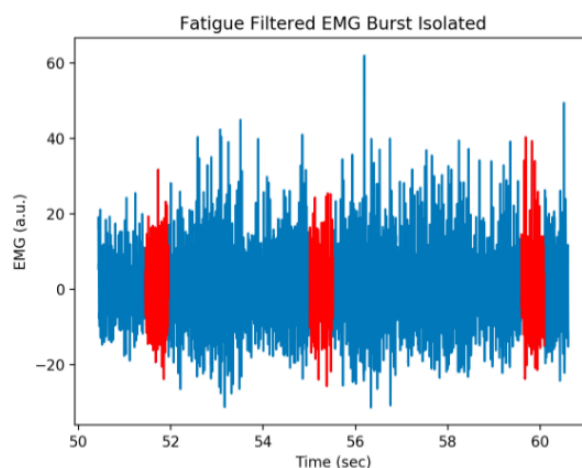

Abbildung 1.9: Auswahl von drei 0.5 Sekunden langen Intervallen am Anfang, in der Mitte und zum Ende einer EMG-Aktivierung.
- (a) Isolieren Sie jeweils 0.5 Sekunden zu Beginn, in der Mitte und am Ende einer Aktivierung (Burst). Dadurch werden Sie drei neue Variablen erzeugen, welche jeweils einen Datensatz mit einer Länge von 0.5 Sekunden enthalten. Dies ist exemplarisch in Abbildung 1.9 dargestellt.